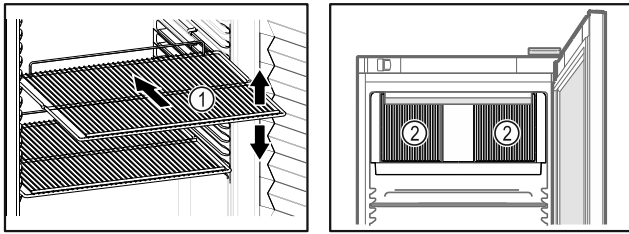

Fig. 60 Shembull ilustrues Fig. 61
- Nëse raftet me rrjetë Fig. 60 (1) mund të zhvendosen, atëherë përshtatini sipas lartësisë.